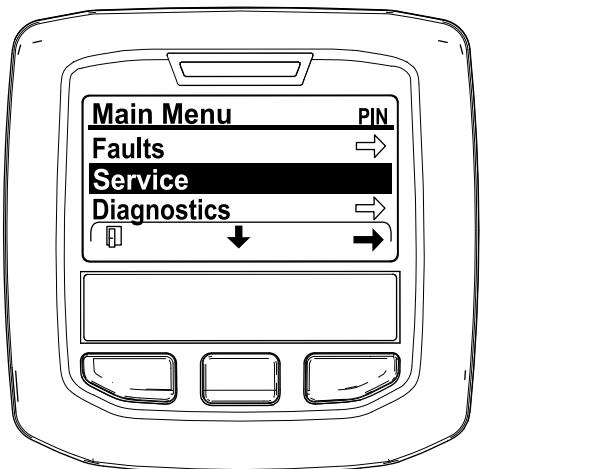

Figura 45
- Navigate al MENU PRINCIPALE, premete il pulsante centrale per scorrere fino all'opzione MENU MANUTENZIONE, poi premete il pulsante destro per selezionare l'opzione MANUTENZIONE (Figura 45).